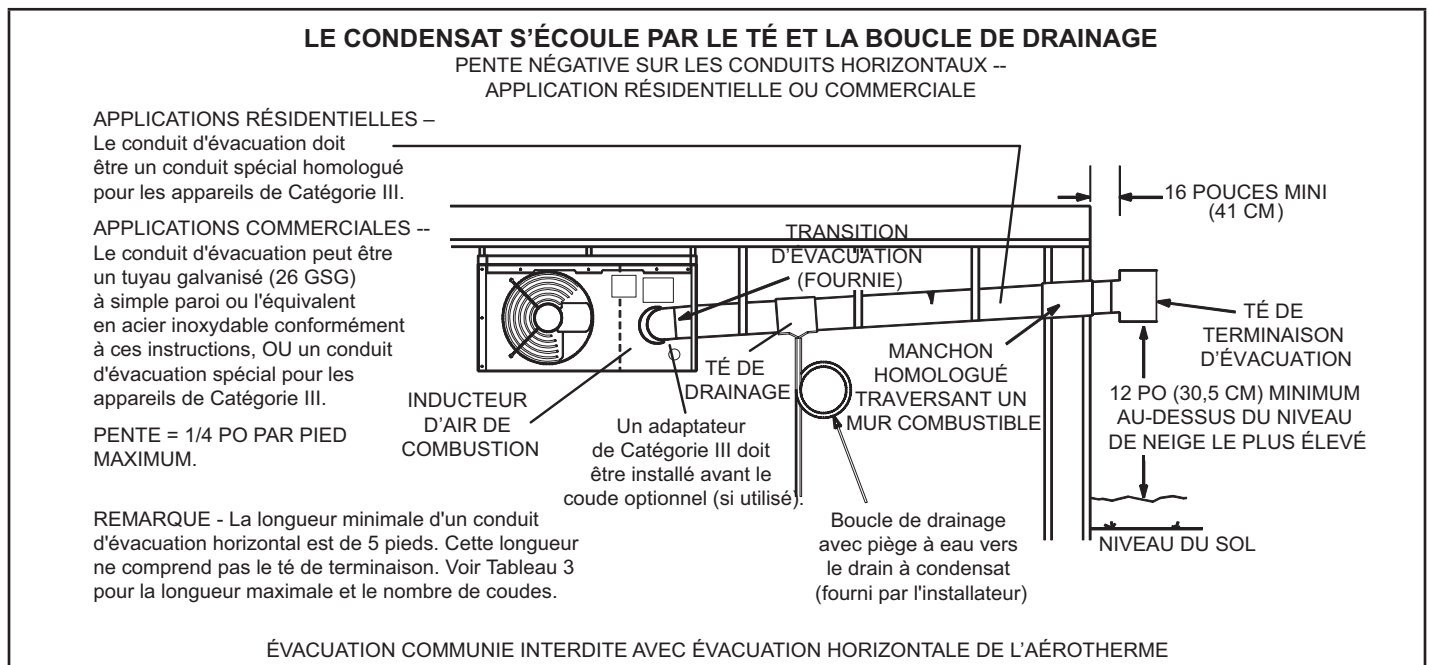
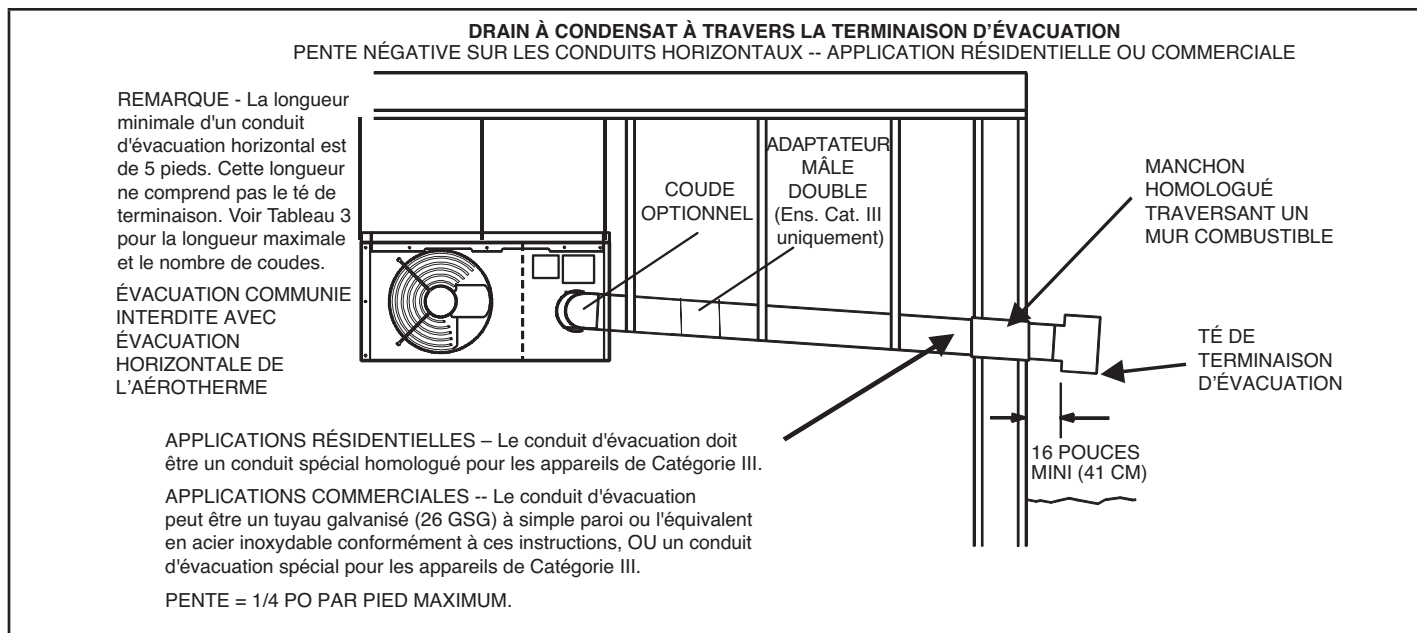

FIGURE 5
FIGURE 7
- 18 - Choisir un point de traversée du mur permettant une pente positive de ¼ po par pied de tronçon horizontal du conduit d'évacuation. Dans les zones où les autorités compétentes le permettent, une pente négative de ¼ po par pied maximum est également acceptable. Le condensat peut être drainé dans un té de tuyauterie (Figure 5) avec une boucle de drainage similaire à celle utilisée pour une évacuation à pente positive, ou peut s'égoutter à travers la terminaison du conduit d'évacuation si les autorités compétentes le permettent (Figure 7).